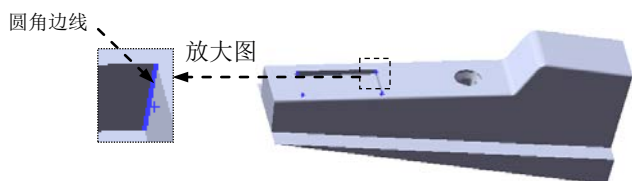

图 16.5.17 圆角边线
(2) 定义圆角类型。采用系统默认的圆角类型。
(3) 定义圆角对象。选取图 16.5.17 所示的边线为要圆角的对象。